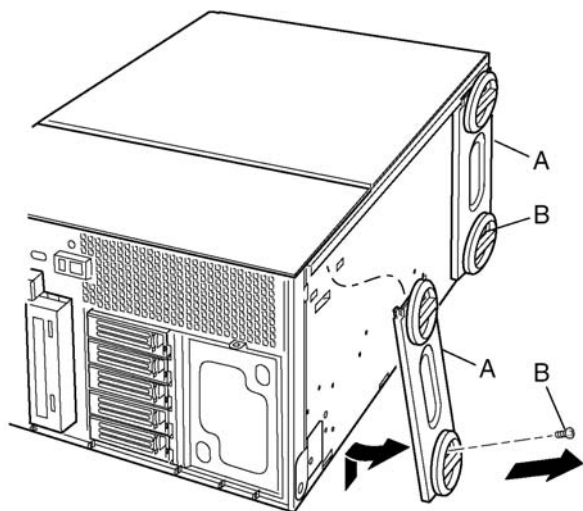

Figura 63 - Rimozione dei piedi
- 1 Posizionare lo chassis su un banco da lavoro in modo che giaccia sul suo lato inferiore e che i piedi (Figura 63, A) siano a destra.
- 2 Togliere la vite (Figura 63, B) che tiene il piede anteriore attaccato allo chassis, far scorrere il piede verso l'alto, quindi rimuoverlo.
- 3 Togliere la vite (Figura 63, B) che tiene il piede posteriore attaccato allo chassis, far scorrere il piede verso l'alto, quindi rimuoverlo.